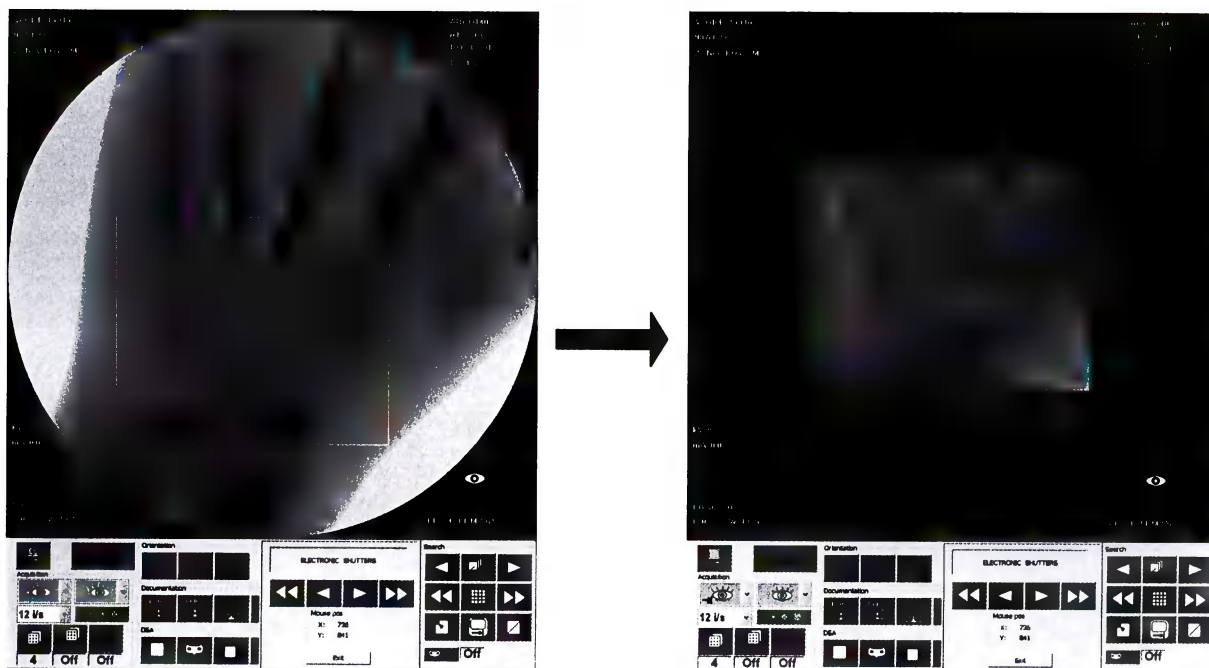

Рисунок 114
- отпустите клавишу сенсорной панели: произойдет коллимация и центрирование изображения на экране (см. рисунок 114).